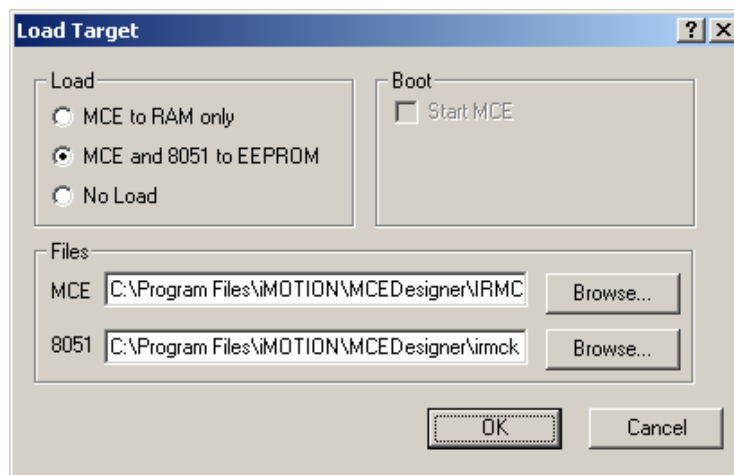

図 5 MCEDesigner の Load Target ウィンドウ画面
3. System ウィンドウをクリックし、次に Tools ⇒ Load Target を選択します。上の図 5 に、Load Target ウィンドウ画面を示します。